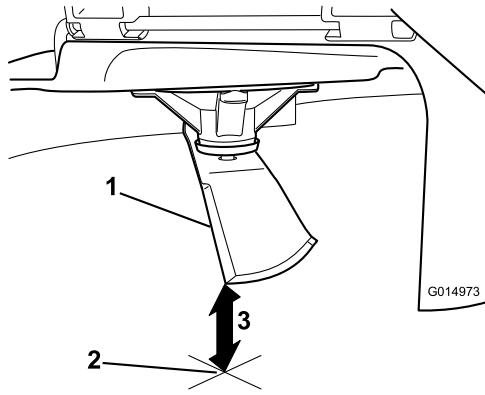

Figura 87
3. Mida desde la punta de la cuchilla hasta la superficie plana (Figura 87).